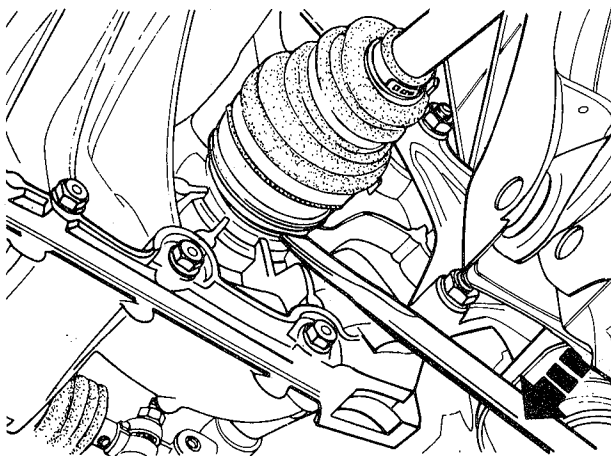

fig. 24
21. Separar a semi-árvore do lado esquerdo, conforme descrito para o lado direito, e apoiá-la (figs. 24 e 25)